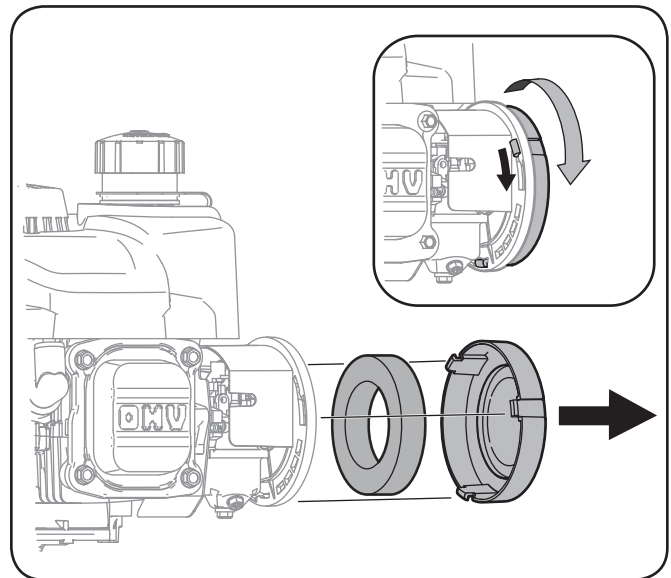

Figure 6-2
1. Retirez le couvercle du filtre à air en tournant dans le sens antihoraire puis le tirant vers vous. Voir la Figure 6-2. Nettoyez la cartouche en mousse ou remplacez-la si elle est endommagée.